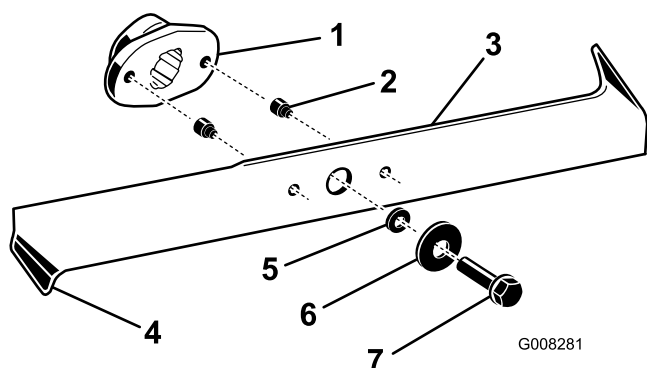

Bild 39
2. Untersuchen Sie die Schnittkanten (Bild 39). Bauen Sie die Schnittmesser aus und schärfen sie, wenn die Kanten nicht scharf sind oder Kerben aufweisen; siehe Schärfen der Messer“.
4. Ersetzen Sie die Scherbolzen sofort, wenn Sie gebrochen sind (Bild 39).
3. Entfernen Sie die Messerschrauben, Scheiben und Messer (Bild 39). Sie können einen Holzklotz zwischen das Schnittmesser und das Mähwerk keilen, um das Schnittmesser beim Entfernen der Schraube zu blockieren.
3. Prüfen Sie die Schnittmesser, insbesondere die gebogenen Kanten (Bild 39). Montieren Sie neue
1. Montieren Sie die Schnittmesser, Scheiben und Messerschrauben (Bild 39).